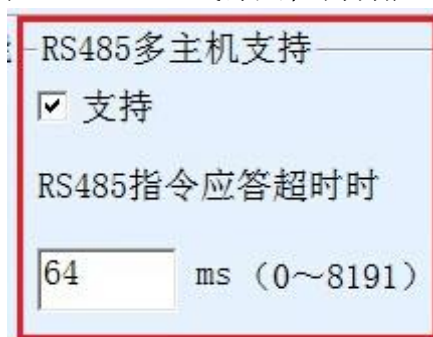
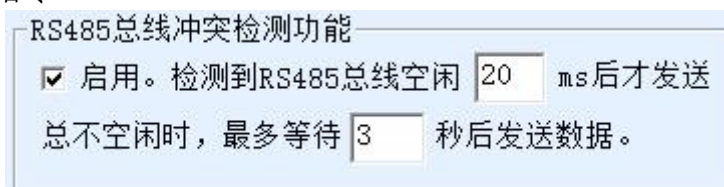

图 45 RS485 多主机支持
图 46 RS485 防冲突空闲时间
1. 图 46 所示为“RS485 总线防冲突时间”，一般可以设置为参数配置界面右下角的“数据包间隔”的两倍，但是最小不能小于 20。
2. 图 45 所示为“RS485 指令应答超时时间”，一般根据来回应答的指令长度决定，如果发送指令为 N 字节，应答为 M 字节，那么建议设置的值为：“数据包间隔” × (N+M+5) +100。
此时需要注意的是需要将图 46 所示为“RS485 总线防冲突时间”和图 45 所示为“RS485 指令应答超时时间”的两个勾去掉。否则无法实现上述转发功能。